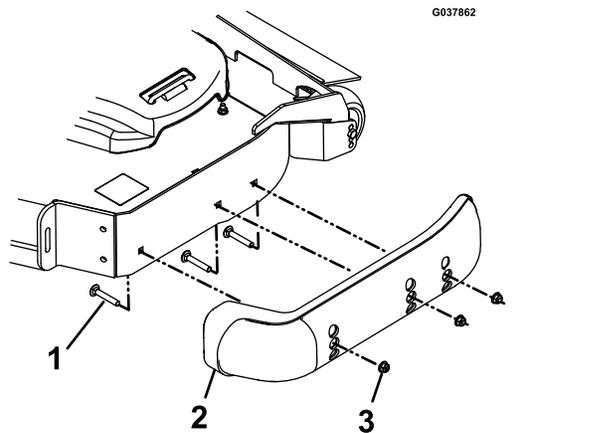

Figure 32
4. Retirez les boulons et écrous de chaque pare-chocs (Figure 32).